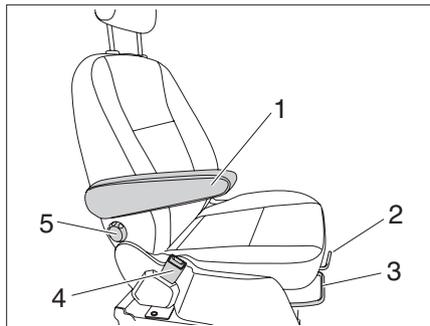

Fig. 14 Siège conducteur et siège passager
- ▶ Déplacer l'accoudoir (Fig. 14,1) vers le haut.
- ▶ Tirer la barre (Fig. 14,3) et pousser le siège conducteur/passager vers l'avant.
- ▶ Tirer le levier de déverrouillage (Fig. 14,2) et tourner le siège.
- ▶ Tirer l'étrier (Fig. 14,3).
- ▶ Tourner la roulette de réglage (Fig. 14,5) pour la inclinaison du dossier.